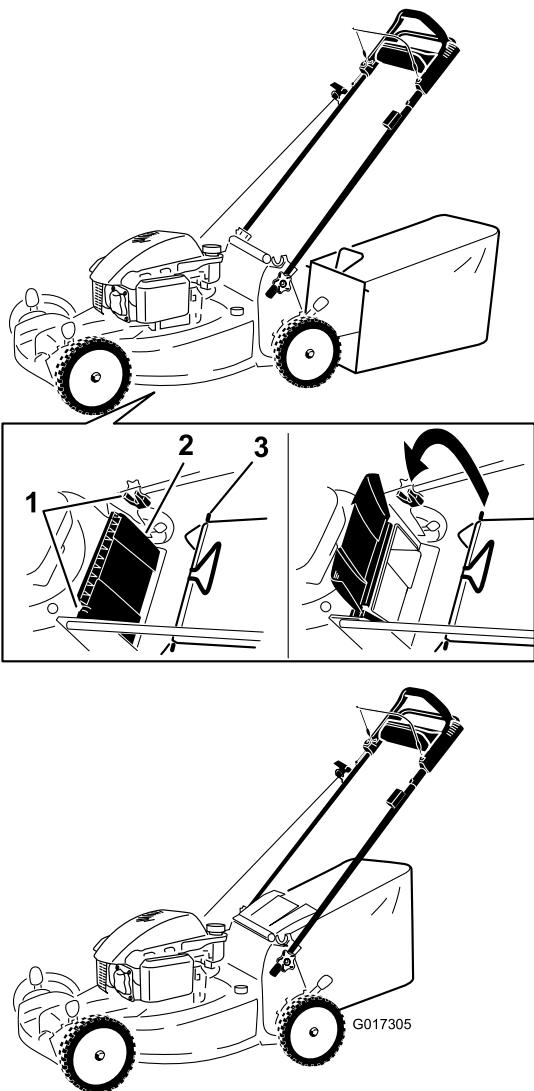

Figura 20
- Levante y sujeté el deflector trasero (Figura 20).
- 2. Instale la bolsa de recogida, asegurándose de que los pasadores de la bolsa descansan en las muescas del manillar (Figura 20).